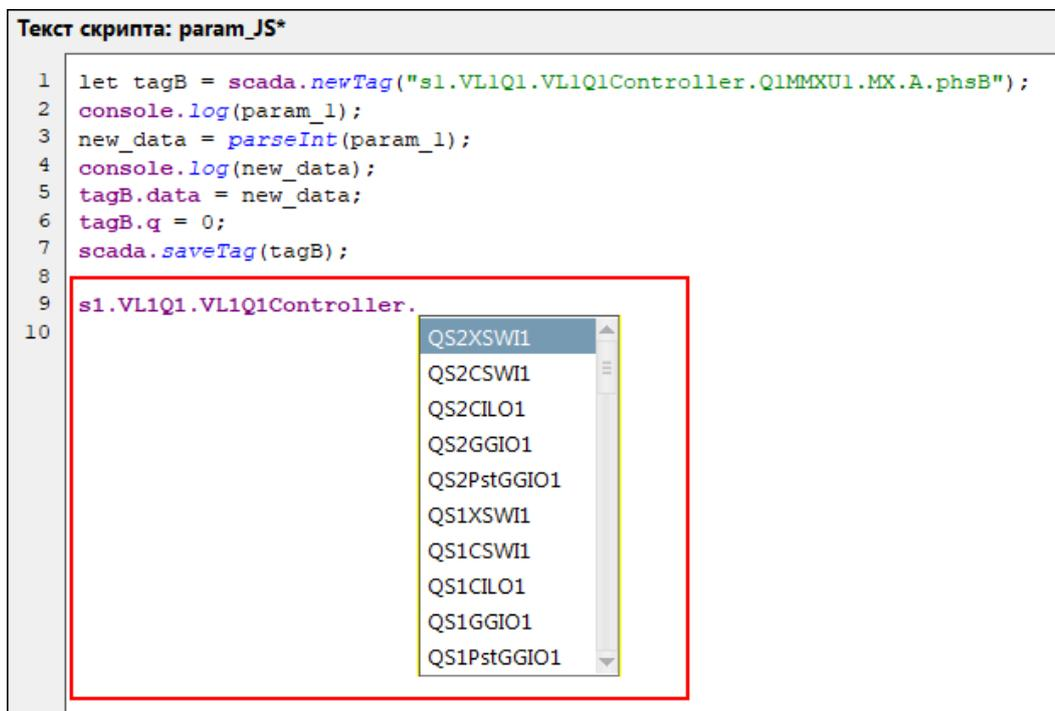

Рисунок 162 - Подсказка
**Совет:** В тексте скрипта реализован механизм подсказок по логическим узлам и элементам схемы (Рисунок 162). Вызов подсказки выполняется сочетанием клавиш **Ctrl+** . Выбор подсказки выполняется клавишей **Enter**.